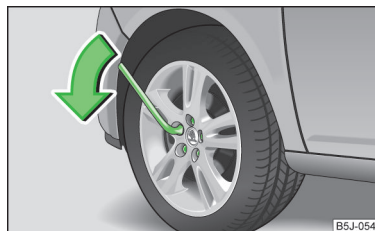

Fig. 141
- Saisissez la clé par son extrémité et faites décrire au boulon **un tour** environ dans le sens de la flèche » fig. 141.
- Saisissez la clé par son extrémité et faites tourner le boulon dans le sens inverse de la flèche » fig. 141 jusqu'à ce qu'il soit bien serré.